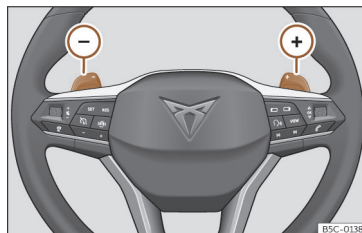

Fig. 94 Volant : leviers pour boîte automatique.
- Appuyez sur la palette (+) pour passer à une vitesse supérieure >>> **fig. 94**.